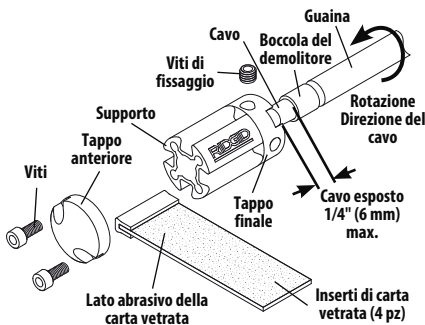

Figura 1 - Accessorio per carta vetrata RIDGID® FlexShaft
Gli accessori per carta vetrata RIDGID® FlexShaft sono progettati per l'utilizzo con le macchine RIDGID FlexShaft per la pulizia finale delle pareti delle tubazioni (ad esempio prima del rivestimento delle tubazioni) o per la pulizia finale di ripristino/laterale dopo il rivestimento delle tubazioni (Figura 1).
1. Rimuovere le due viti di fissaggio che lo trattengono e rimuovere il tappo anteriore. (Verdere Figura 1.)